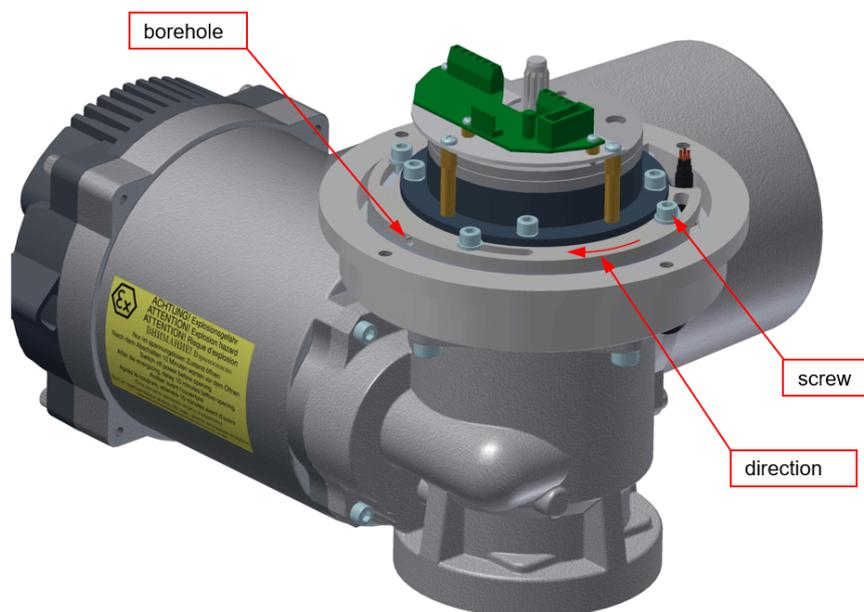

Bild 12: Failsafe-Geschwindigkeit einstellen
2. Lockern der vier Schrauben ohne diese zu entfernen, siehe Bild 12, Seite 21.
4. Drehen des Flansches mit Hilfe des Inbus-Schlüssels in die, in Bild 12, auf Seite 21 dargestellte Richtung. Die Hälfte der möglichen Verdrehung des Flansches verdoppelt die Failsafe-Geschwindigkeit in etwa. Anziehen der Schrauben bei gleichzeitigem fixieren der Flanschposition mit Hilfe des Inbus-Schlüssels.